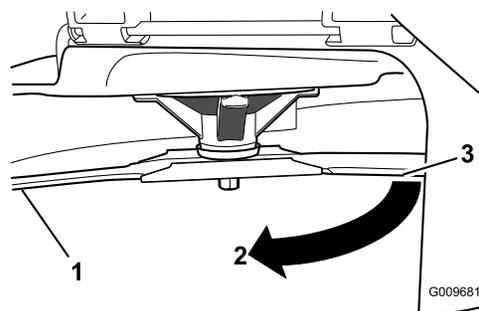

Figura 57
- Gire la misma cuchilla 180 grados de manera que el otro extremo esté en la misma posición (Figura 57).